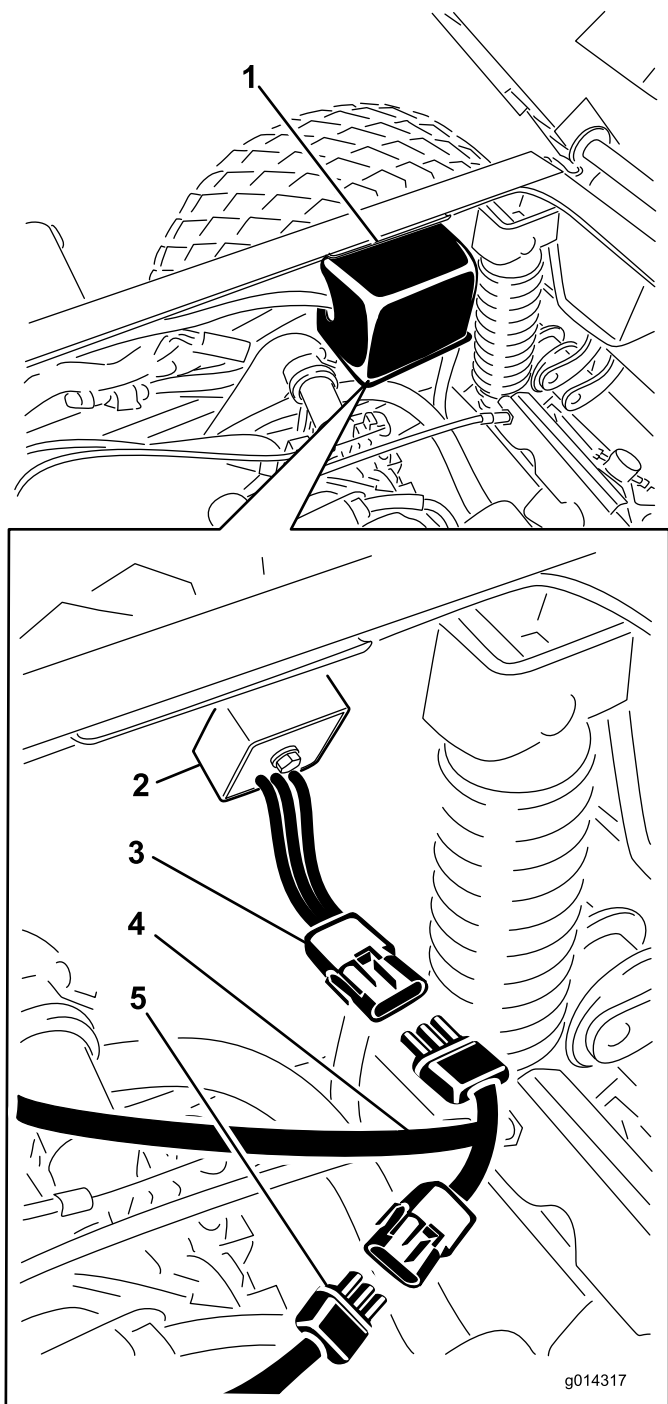

Figura 4
5. Conecte el arnés trasero del arranque eléctrico al arnés del vehículo (Figura 4).